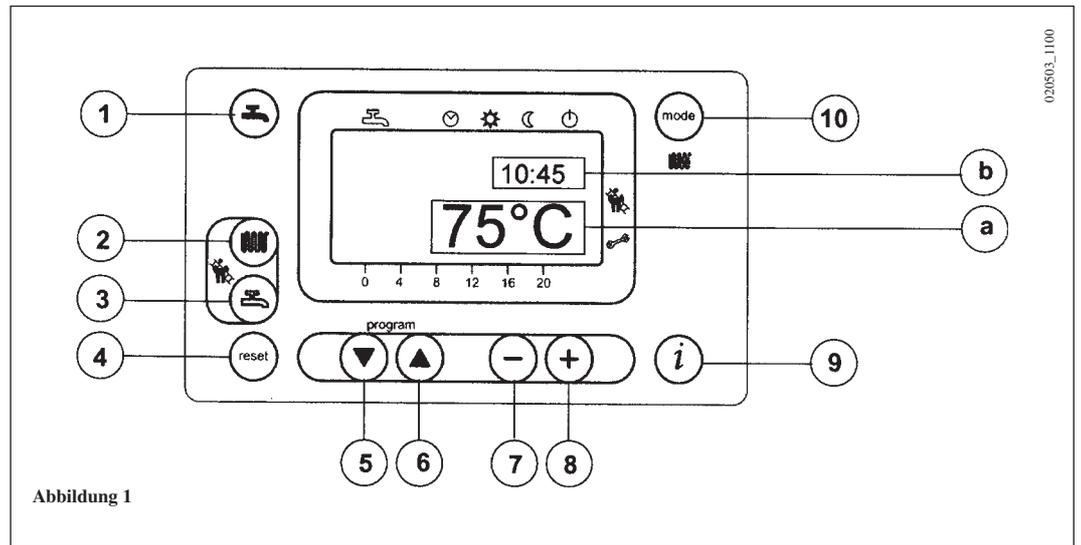

Abbildung 1
- Für die Einstellung der Heizwassertemperatur die Taste  $\textcircled{H}$  (2- Abbildung 1) drücken;
- Eine der zwei Tasten  $\textcircled{M}$   $\textcircled{10}$  (1 oder 10 - Abbildung 1) drücken, um die Eingabe zu speichern und zum Hauptmenü zurückzukehren.
**Anmerkung** – Mit angeschlossenem Außentemperaturfühler kann mit der Taste  $\textcircled{H}$  (2 – Abbildung 1) die Heizkurve verschoben werden. Die Tasten  $\ominus$   $\oplus$  drücken, um die Raumtemperatur zu verringern bzw. zu erhöhen
- Für die Einstellung der max. Brauchwassertemperatur die Taste  $\textcircled{H}$  (3- Abbildung 1) drücken;